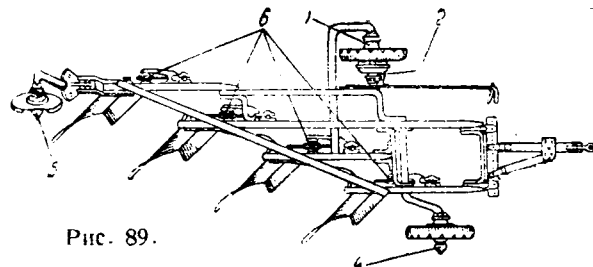

Рис. 89.
4. Смазать втулки дисковых ножей, ступицу заднего колеса (у всех плугов, кроме 5К35 последнего выпуска и 3К35-У, имеющих колесо на роликовых подшипниках), ступицу опорного колеса сцепки, втулку полевого колеса (смазочная точка 1 — рис. 89) у плугов ТП-4, ТПУ-3, ТПУ-4, ТПУ-5 и К412-6, а при работе в условиях большого количества пыли — втулки передних колес, у всех плугов, кроме 5К35 и 3К35-У.